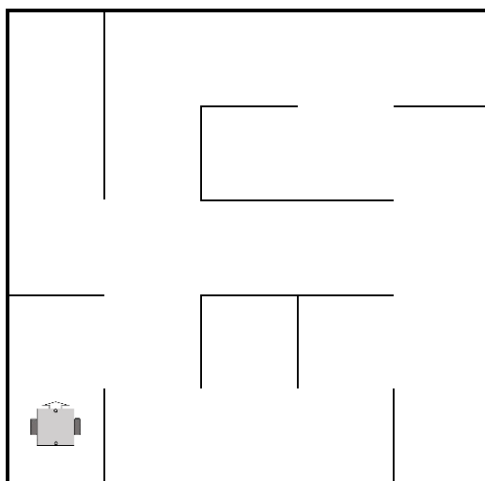

Рисунок 1. Лабиринт.
6. Робот исследует лабиринт (рисунок 1). На первом этапе он проходит по нему по правилу правой руки и останавливается в исходной клетке в стартовом положении. Затем с помощью алгоритма волновой трассировки робот находит кратчайший путь по посещенным клеткам до клетки, которую он еще не посетил, и едет к ней. Если такая клетка не одна, то первой выбирается клетка с ближайшей координатой X (по горизонтали), затем Y (начало координат в левом нижнем углу). Оказавшись в ней, робот едет кратчайшим путем по посещенным клеткам до следующей непосещенной клетки и так далее. Посетив все клетки, робот возвращается на старт.